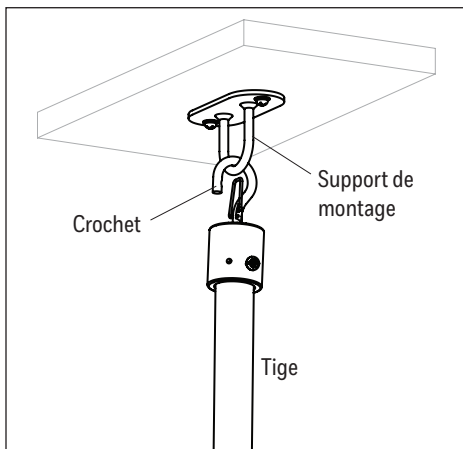

Figure 1.4
4. Installez le crochet sur le support de fixation (Figure 1.4).